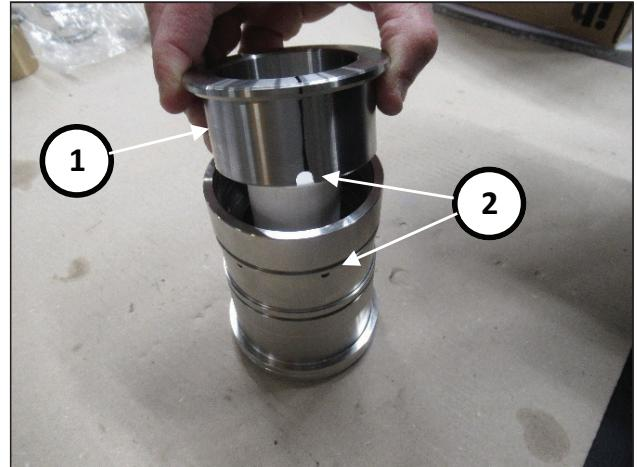

Abb. 177
Setzen Sie den Außenring des Werkzeugs Art.27945400 (Pos. ①, Abb. 177) so ein, dass die Öffnungen auf die Bohrungen der Buchse ausgerichtet sind (Pos. ②, Abb. 177).